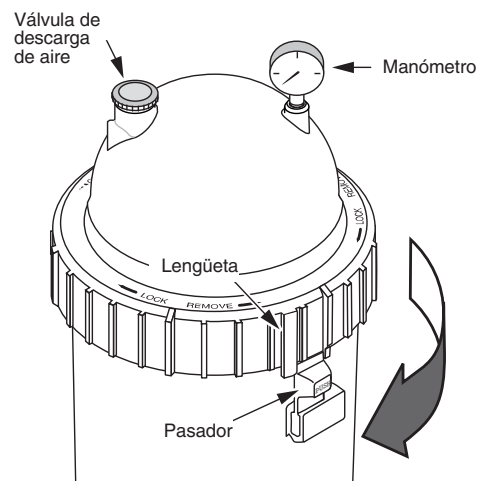

Figura 3 - Haga girar el Posi-Ring™ hasta que la lengüeta quede trabada detrás del pasador de seguridad.
1. Trabe el Posi-Ring™ firmemente en posición haciéndolo girar HACIA LA DERECHA hasta que haga "clic", después del pasador de seguridad (Consulte la Figura 3). Deje de girar en el momento en que el aro haga clic después del pasador. Es posible que el aro dé la sensación de estar flojo, pero se ajustará cuando la bomba esté encendida y el filtro se encuentre bajo presión.
2. Instale el manómetro y la válvula de descarga de aire (Consulte la figura 3) en la tapa del tanque.
- C. Haga girar el Posi-Ring™ hacia la derecha hasta que se trabe detrás del pasador de seguridad (Consulte la Figura 3).